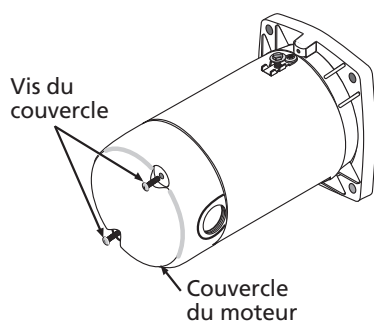

Figure 2 – Pour enlever le couvercle du moteur
Dans le cas d'un moteur bitension devant être branché sur le courant de 115 volts, procéder comme suit : Déposer le couvercle du moteur pour modifier le réglage de la tension (se reporter à la Figure 2).
8. Brancher les conducteurs transporteurs de courant sur les bornes L1 et L2 qui se trouvent sous le carter du moteur. Lorsque l'on remplace le moteur, comparer le schéma de câblage de la plaque signalétique par rapport à la Figure 2. Si le schéma de câblage du moteur ne correspond pas au schéma de la Figure 2, suivre le schéma de câblage indiqué sur le moteur.
IMPORTANT : Les modèles monophasés fonctionnant sur le 115/230 volts sont expédiés de l'usine câblés pour fonctionner sur le 230 volts. Si le courant d'alimentation est de 115 volts, déposer le carter du moteur et rebrancher le moteur comme il est illustré à la Figure 2. Ne pas essayer de faire fonctionner un moteur comme il est reçu sur le courant de 115 volts.